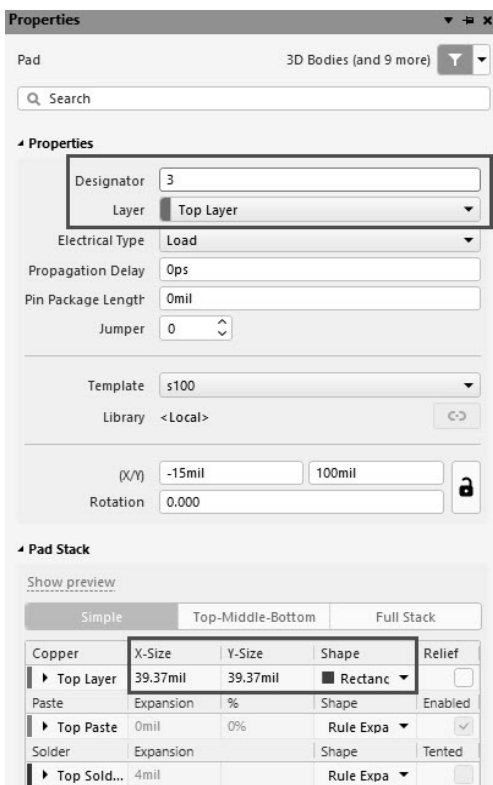

图 3-29 焊盘属性编辑面板
- (1) 执行菜单栏中“放置”→“焊盘”命令，或者单击工具栏中“放置焊盘”按钮, 光标变成十字形状并带有一个焊盘图标。
- (2) 移动光标到需要放置焊盘的位置处，单击即可放置该焊盘。
- (3) 此时软件仍处于放置焊盘状态，重复步骤(2)即可放置其他的焊盘。
- (4) 设置焊盘属性。双击需要设置属性的焊盘（或在放置状态下按 Tab 键），系统将弹出相应的焊盘属性编辑面板，如图 3-29 所示。